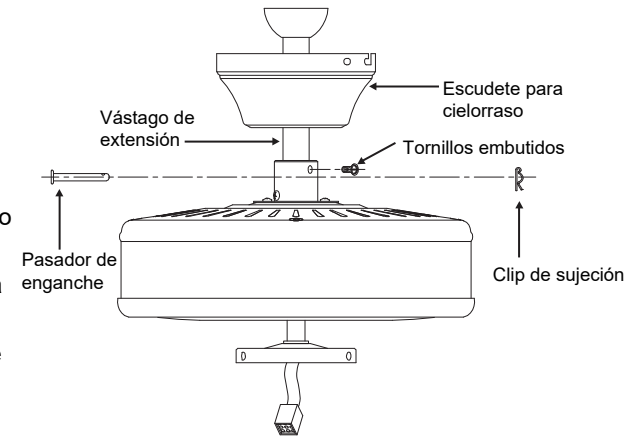

Fig. 6
Paso 4. Enrute los cables que salen de la parte superior del motor del ventilador a través de la tapa de acoplamiento, el escudete y luego a través de la bola/vástago de extensión (**Fig. 6**)
Paso 5. Alinee los orificios en la parte inferior del vástago de extensión con los orificios de la virola en la parte superior de la caja del motor (**Fig. 6**). Inserte con cuidado el pasador de enganche a través de los orificios de la virola y el vástago de extensión. Es importante no forzar el pasador contra el cableado ubicado dentro del vástago de extensión. Inserte el pasador de seguridad a través del orificio cerca del extremo del pasador de enganche hasta que quede trabado en posición cerrada, tal como se indica en el círculo insertado de la **Fig. 6**.
Paso 6. Ajuste firmemente los dos tornillos embutidos del motor del ventilador (**Fig. 6**).